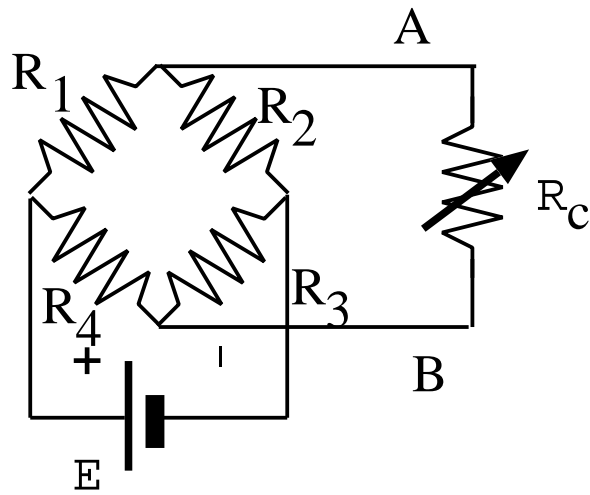

Figura A.15: ponte de Wheatstone
Considere os circuitos da figura A.15.
- calcular o gerador de Thevenin e Norton equivalentes ao dipólos da figura A.15.
Trata-se da verificação experimental dos resultados teóricos calculados na preparação. Realizar a montagem da figura A.15.